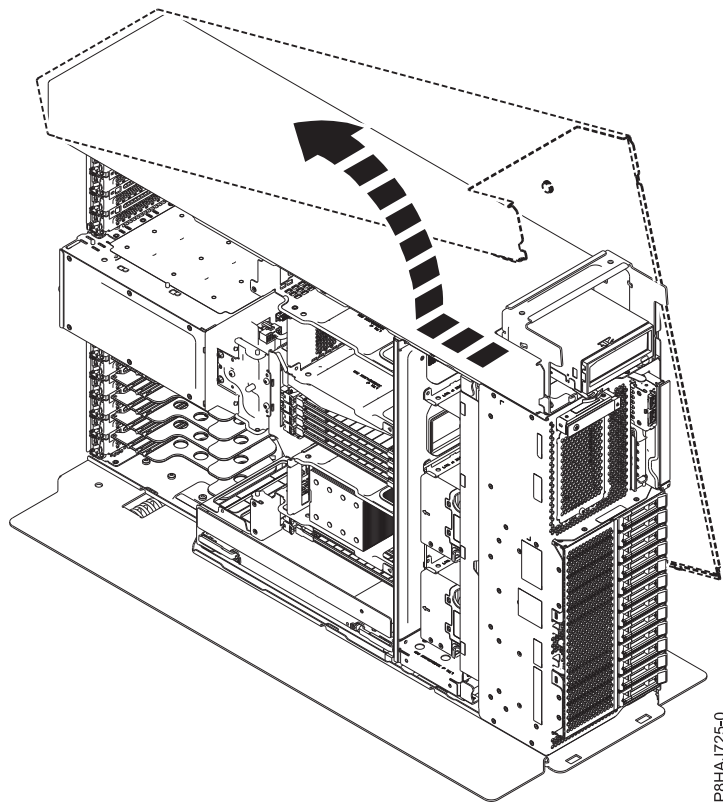

Figure 79. Retrait du capot latéral du système 8286-41A
5. Séparez le capot latéral du système en le faisant coulisser dans la direction indiquée figure 79.